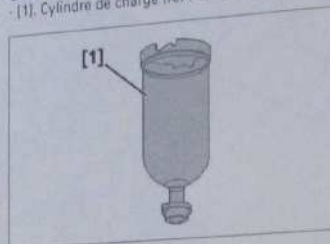

Fig. 40
- [1], Cylindre de charge (réf : 4520-T) (Fig. 40).